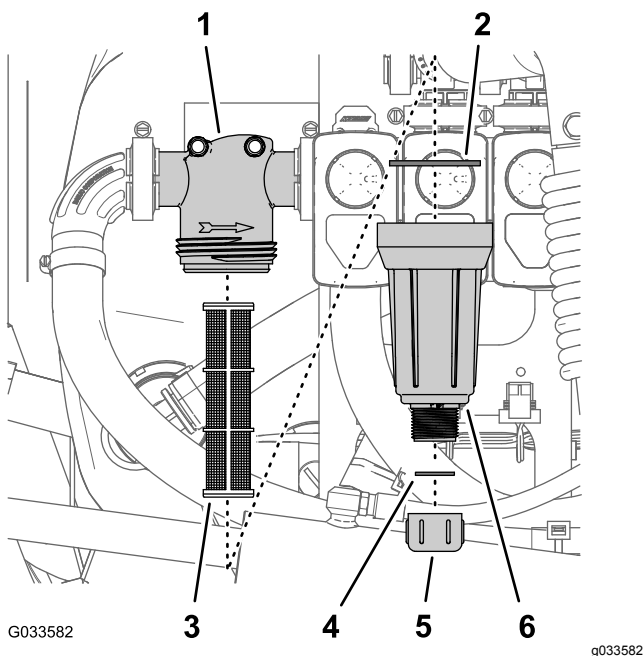

Figura 103
2. Alinhe um recipiente de escoamento debaixo do filtro de pressão (Figura 103).
3. Rode a tampa de drenagem no sentido contrário ao dos ponteiros do relógio e retire-a do recipiente do filtro de pressão (Figura 103).
4. Rode o recipiente no sentido contrário ao dos ponteiros do relógio e retire a cabeça do filtro (Figura 103).
5. Retire o elemento do filtro de pressão antigo (Figura 103).
6. Verifique a junta do tampão de drenagem (localizado no interior do recipiente) e junta do recipiente (localizado no interior da cabeça do filtro) e veja se há danos e desgaste (Figura 103).
7. Instale o novo elemento do filtro de pressão na cabeça do filtro (Figura 103).
8. Instale o recipiente na cabeça do filtro apertando à mão (Figura 103).
9. Enrosque a tampa de drenagem na união na parte inferior do recipiente e aperte bem a tampa à mão (Figura 103).